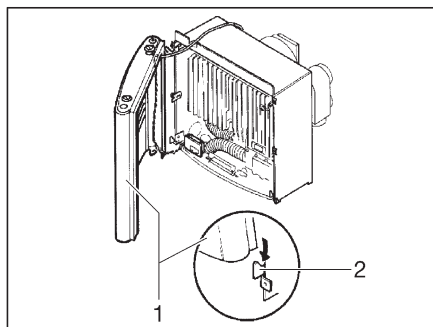

Fig. 109 Habillage du chauffage, pattes de retenue
- Monter l'habillage du chauffage. Pour ce faire placer l'habillage (Fig. 109,1) sur les pattes de retenue inférieures (Fig. 109,2).